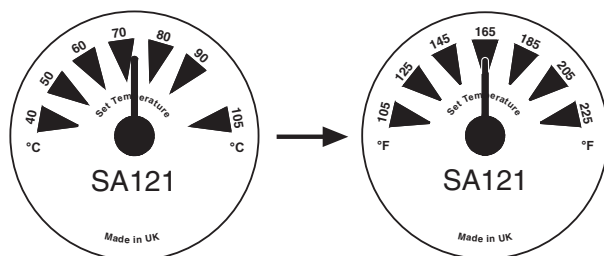

図3
4. 温度インジケーターの目盛り(4)を取外し、摂氏(°C)か華氏(°F)かどちらかの面を選び、取り付けます。図3